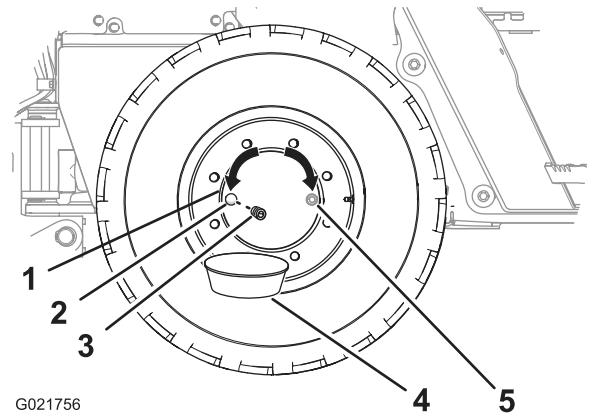

Рисунок 89
2. Переместите машину вперед или назад так, чтобы пробка ступицы колеса находилась в положении «3 часа» или «9 часов» (Рисунок 89).
4. Подставьте сливной поддон под сливное отверстие ступицы колеса (Рисунок 89).
5. Отверните пробку ступицы колеса (Рисунок 89).
6. Убедитесь в том, что масло находится на уровне нижней части резьбы маслозаливного отверстия (Рисунок 89).
8. Заверните пробку в маслозаливное отверстие ступицы колеса (Рисунок 89).